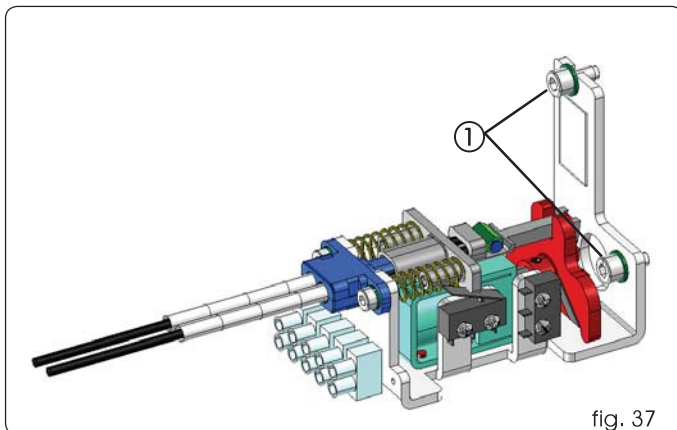

fig. 37
Installer le blocage du moteur avec les vis fournies d'après la figure 37 réf. ①.